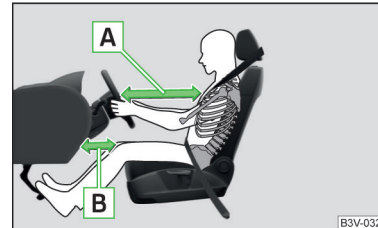

Abb. 23
- Für den Fahrer und Beifahrer ist es wichtig, einen Abstand von mindestens 25 cm zum Lenkrad bzw. zur Schalttafel einzuhalten » Abb. 23 - **A**. Wenn Sie diesen Abstand nicht einhalten, kann Sie das Airbag-System nicht schützen - Lebensgefahr! Die Vordersitze und die Kopfstützen müssen immer der Körpergröße entsprechend richtig eingestellt sein.
- Den Fahrersitz in Längsrichtung so einstellen, dass der Abstand der Beine zur Schalttafel im Bereich des Knieairbags mindestens 6 cm beträgt » Abb. 23 - B. Falls es aus Gründen der Körpergröße nicht möglich sein sollte, diese Bedingung zu erfüllen, dann ist ein Fachbetrieb aufzusuchen.